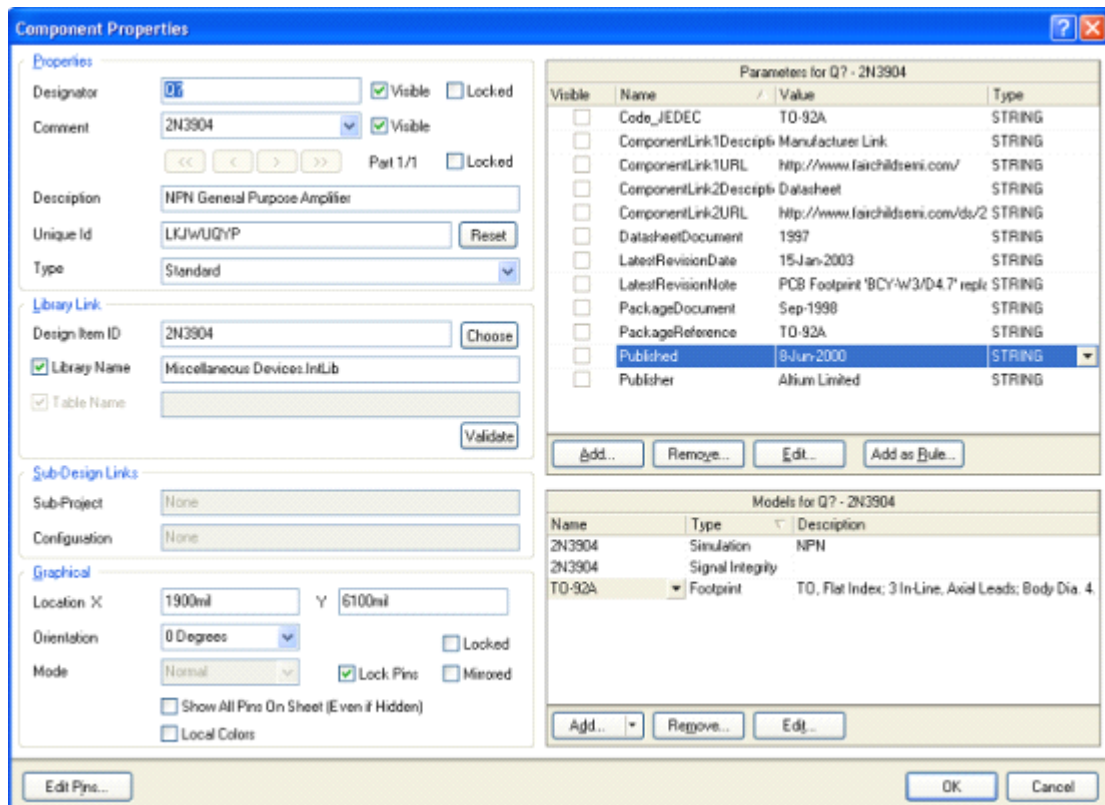

图6-6 Component Properties 属性框
6. 放置器件在原理图之前，应该先设置其属性。当三极管贴着光标，点击 **TAB** 键，将打开 **Component Properties** 属性框。把该属性对话框设置成如图6-6所示。